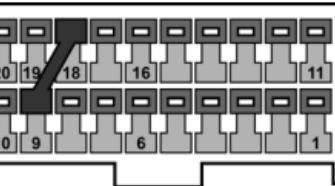

Рис.2
6. Убедитесь, что при отсутствии иммобилайзера установлена перемычка (**Рис. 2**). Если перемычка между клеммами разъема отсутствует, установите ее.